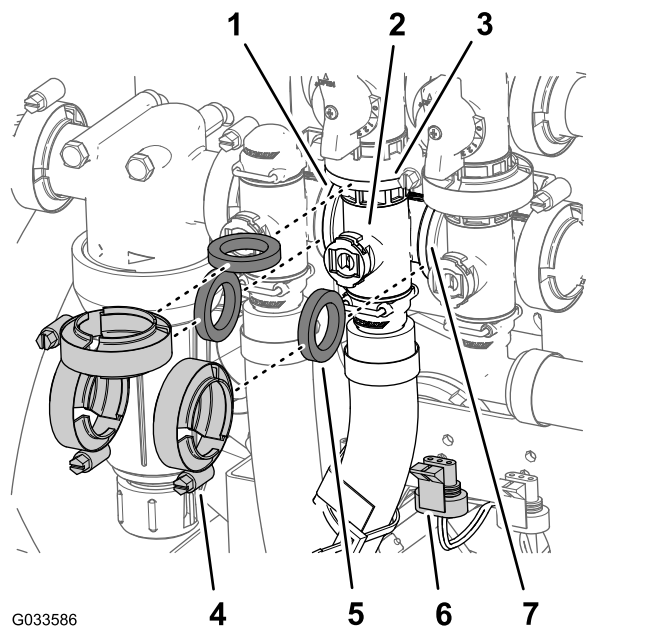

Figura 112
1. Rimuovete i 3 morsetti flangiati e le 3 guarnizioni che fissano il collettore della valvola dell'agitatore (Figura 112) alla valvola di bypass dell'agitatore, alla valvola di controllo del volume e alla valvola principale delle barre.